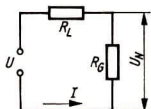

Bild 79
- 7.3 Bei der Berechnung des Leitungswiderstandes ist zu berücksichtigen, daß Hin- und Rückleitung nötig sind, die Leitungslänge also gleich dem doppelten Abstand Spannungsquelle - Verbraucher ist. Der Leitungswiderstand wirkt wie ein Vorschaltwiderstand. Index N Nenn(-leistung; -spannung). Ersatzschaltbild: Bild 79.